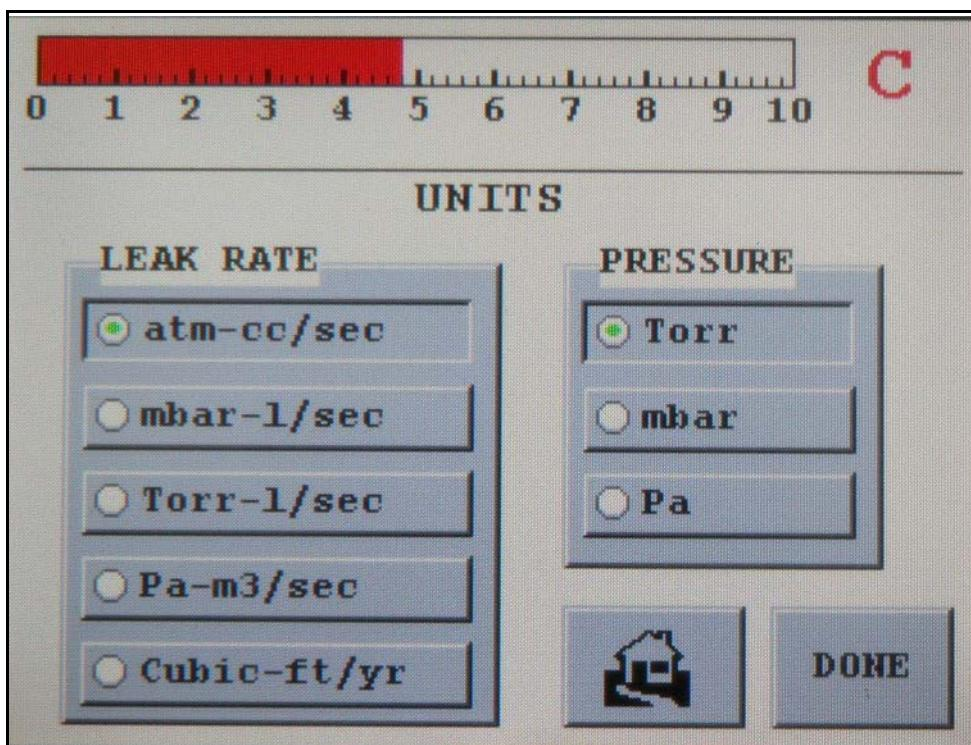

图 2-20 单位
□ 轻触“Set-Up”屏幕上的 **Units**，出现“单位”屏幕（图 2-20）。